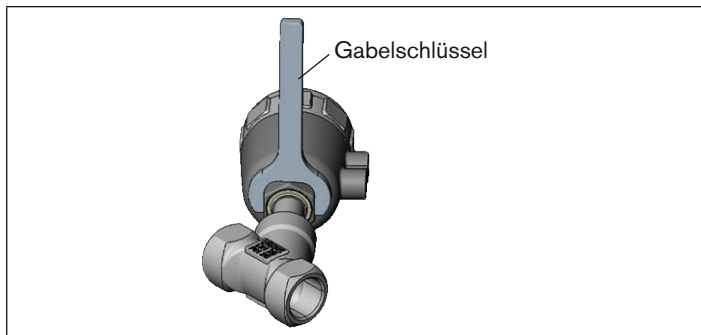

Bild 19: Gabelschlüssel am Sechskant ansetzen
- Passenden Gabelschlüssel am Sechskant des Antriebs ansetzen (siehe *Bild 19:*).